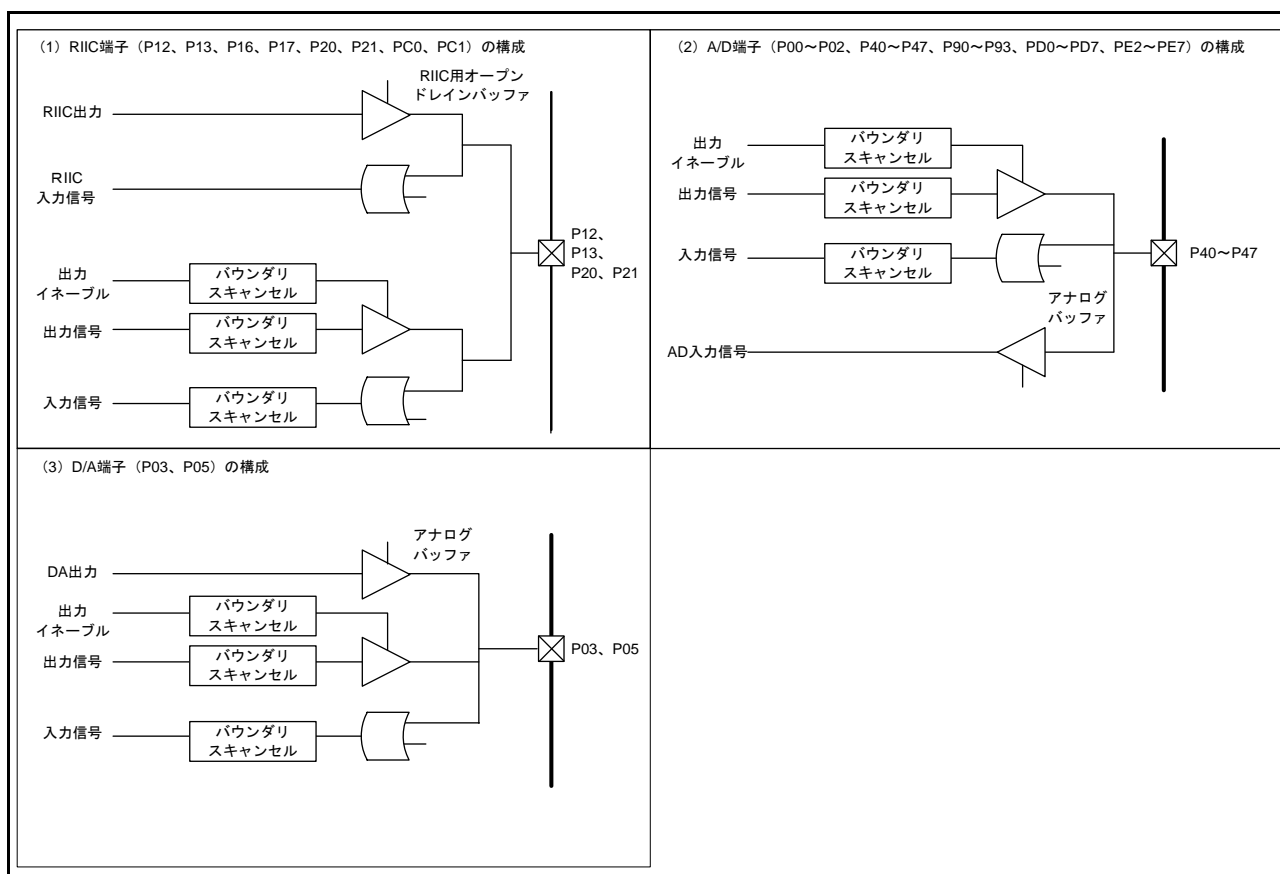

図 48.4 各端子の構成
- (4) クロック端子 (EXTAL、XTAL、XCIN、XCOUT) はバウンダリスキャンの対象外です。
- (5) リセット端子 (RES#) はバウンダリスキャンの対象外です。
- (6) USB 専用端子 (USB0_DP、USB1_DP、USB0_DM、USB1_DM) はバウンダリスキャンの対象外です。
- (7) オンチップエミュレータイネーブル端子 (EMLE) はバウンダリスキャンの対象外です。
- (8) バウンダリスキャン端子 (BSCANP) はバウンダリスキャンの対象外です。
- (9) バウンダリスキャンの端子 (TCK、TMS、TRST#、TDI、TDO) はバウンダリスキャン対象外です。
- (10) バウンダリスキャン機能は、以下のとき、使用できません。
- (11) オープンドレイン機能付き端子を、オープンドレイン機能有効として使用した場合、バウンダリスキャン機能で出力のスキャンレジスタを1、出力イネーブルレジスタを1に設定し、EXTEST 命令、CLAMP 命令、SAMPLE/PRELOAD 命令のいずれかを実行すると端子はハイインピーダンスではなく、High 出力になります。
- (12) P12、P13、P20、P21 の端子構成を図 48.4 (1) に示します。P12、P13、P16、P17、P20、P21、PC0、PC1 を RIIC 端子 (SCL0[FM+]、SCL1 ~ SCL3、SDA0[FM+]、SDA1 ~ SDA3) として使用した場合、バウンダリスキャン機能をご使用の際は、オープンドレイン出力との衝突、回り込みに注意してください。
- (13) P00 ~ P02、P40 ~ P47、P90 ~ P93、PD0 ~ PD7、PE2 ~ PE7 端子構成を図 48.4 (2) に示します。P00 ~ P02、P40 ~ P47、P90 ~ P93、PD0 ~ PD7、PE2 ~ PE7 を AD 入力 (AN000 ~ AN020、AN0 ~ AN7) として使用した場合、バウンダリスキャン機能をご使用の際は、AD 入力との衝突、回り込みに注意してください。
- (14) P03、P05 の端子構成を図 48.4 (3) に示します。P03、P05 を DA 出力 (DA0、DA1) として使用した場合、バウンダリスキャン機能をご使用の際は、DA 出力との衝突、回り込みに注意してください。